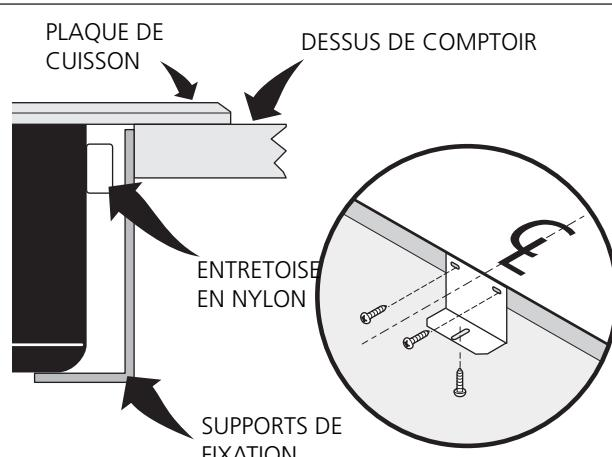

Figure 7
2. Installer les supports de fixation (voir figure 7)
**Les supports de fixation DOIVENT être installés conformément aux codes locaux ou, en leurs absences, en conformité avec le National Electrical Code ANSI/NFPA No. 70--Dernière édition ou avec le CSA Standard C22.1 du code électrique canadien, Partie 1 (Figure 7).**